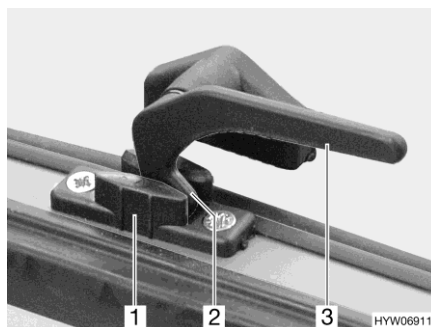

Fig. 66 Palanca de bloqueo (posición de "ventilación continua")
- En la posición "ventilación continua" (Fig. 66)
- Girar todas las palancas de bloqueo (Fig. 66,3) un cuarto de vuelta hacia la mitad de la ventana.
- Girar de nuevo hacia atrás las palancas de bloqueo. El saliente de bloqueo (Fig. 66,2) se ha de introducir para ello siempre en el rebaje del bloqueo de la ventana (Fig. 66,1).